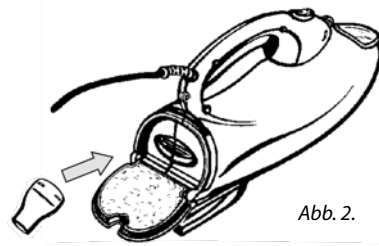

Abb. 2.
2. Legen Sie den Universaladapter in die Öffnung, siehe Abb. 2